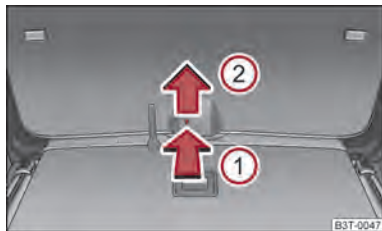

Abb. 24 Notentriegelung der Gepäckraumklappe
- Führen sie in die Öffnung in der Verkleidung in Pfeilrichtung ① ⇒ Abb. 24 einen Schraubenzieher oder ein ähnliches Werkzeug bis zum Anschlag ein.
- Entriegeln Sie die Klappe in Pfeilrichtung ② nach oben.